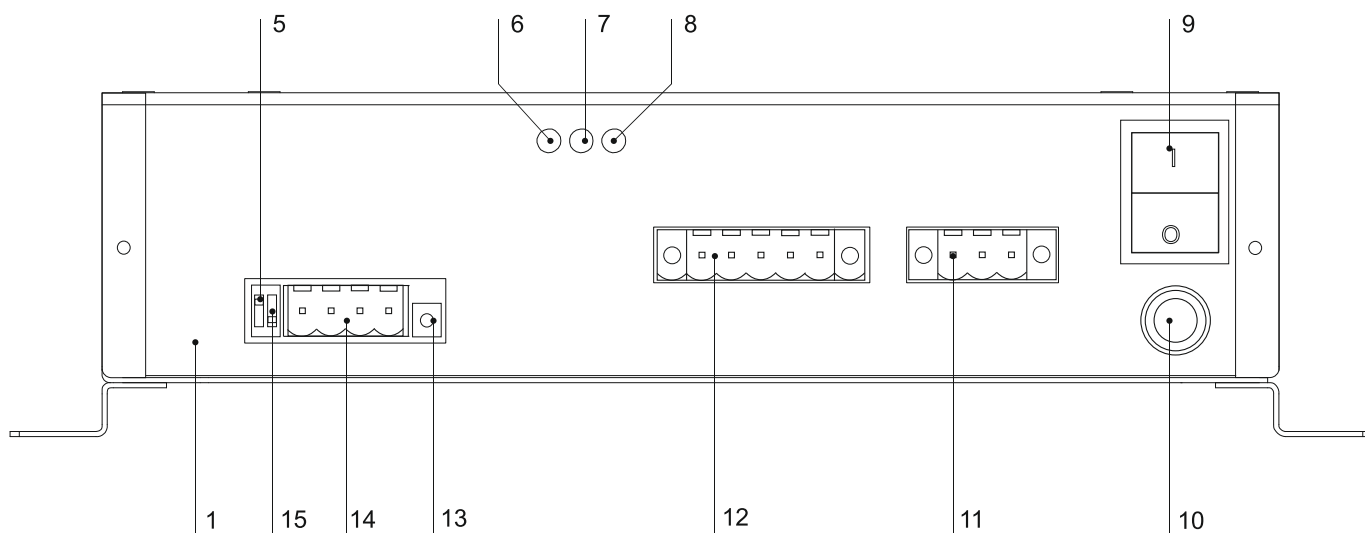

Рис. 2. Вид на панель коммутации прибора Тромбон СОРС-АУ.
АУ имеет отдельный 4-х контактный разъем рис. 2 поз. 14., который предназначен для питания модуля управления и организации связи с ЛБС по интерфейсу RS485.
3). Подключите к разъему рис. 2, поз. 14 линию связи с ЛБС и другими АУ (АВУ) системы. Допускается подключение к одной линии различных устройств, таких как АУ и АВУ. Все устройства подключаются к линии связи с ЛБС последовательно, соединений типа «звезда» не допускается.
4). Включите согласующие резисторы у последних АУ (АВУ) в каждой линии. Включение резистора выполняется перестановкой переключателя рис. 2, поз. 15 в положение включено.
5). Подключите к разъему рис. 2. поз. 12 линию связи с оповещателями. Возможно одновременное подключение к АУ нескольких линий с различными напряжениями включения оповещателей: 30, 70, 100 и 120 В.
6). Подключите к разъему рис. 2 поз. 11 линию связи с сетью 220В. **ВНИМАНИЕ!** Подключение к усилителю защитного заземления обязательно!
При изменении конфигурации системы или установке в систему ранее использованного АУ, необходимо выполнить сброс его адреса на заводской (по умолчанию), затем возможно запрограммировать АУ в систему. Для смены адреса на заводской необходимо: выключить питание модуля управления АУ (питание модуля управления подается по линии связи от ЛБС), включить переключатель в отсеке коммутации АУ рис. 2 поз. 5, после этого подать питание на модуль управления АУ. Адрес АУ будет заменен на заводской. Выключите переключатель и запрограммируйте АУ в систему.